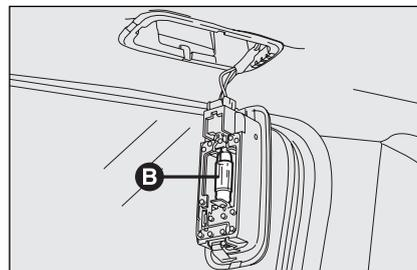

fig. 48
- sostituire la lampada **B**-fig. 48 svincolandola dai contatti laterali accertandosi che la nuova lampada risulti correttamente bloccata tra i contatti stessi.